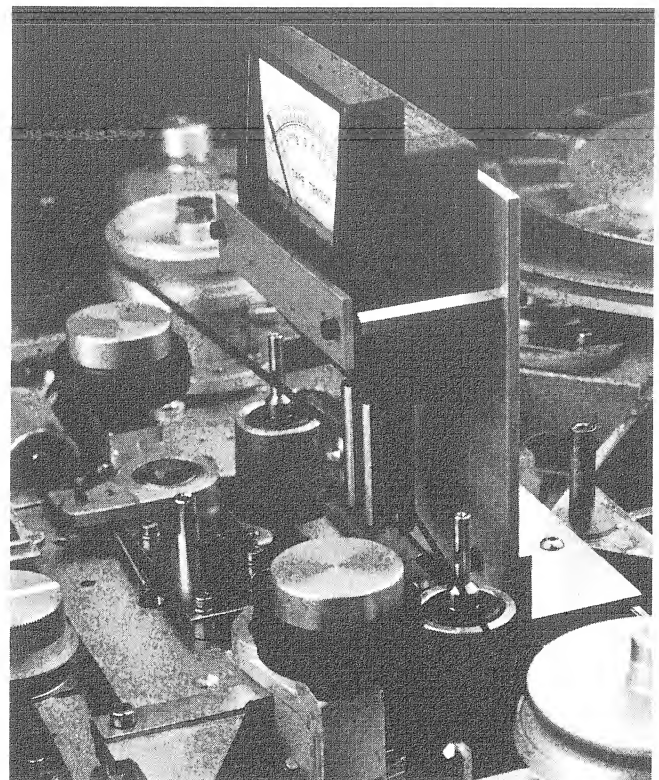

Fig.4.4
- Tentelometer montieren -> Fig.4.4